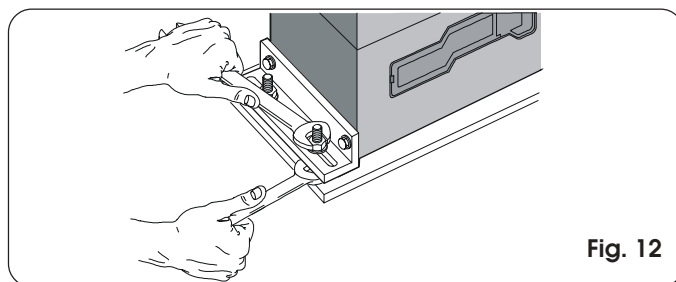

Fig. 12
- 5) Bevestig de motorvertraging op de funderingsplaat door de moeren aan te halen, zoals op fig.12.